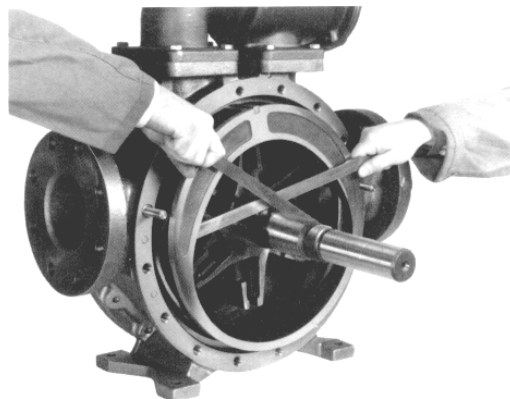

Рисунок 9 – Снятие втулки
5. Удалите винты с головкой под ключ (21) крышки и гайки шпилек крышки (21C). Для облегчения разъединения на ободу ступицы имеется два отверстия под винтовой домкрат.
6. Осторожно извлеките головку (20 или 20A) из корпуса (12), стараясь не поцарапать и не повредить вал.
7. Диск (71) снимется вместе с узлом крышки. Он присоединен с помощью 4 потайных винтов с головкой под шлиц (71A) и стопорных шайб (71B).
8. С открытой стороны насоса возьмитесь за ротор в положениях «3 часа» и «9 часов» и осторожно извлеките ротор и вал (13) из узла крышки, находящегося на корпусе. **ВНИМАНИЕ.** Будьте осторожны, ротор и вал тяжелые и могут иметь острые края.
10. В зависимости от назначения насоса втулку (41) можно снять двумя способами:
- a. При работе с чистой, некоррозионной жидкостью с низкой вязкостью втулку обычно можно извлечь из корпуса с помощью двух рычагов. Вставьте концы рычагов в отверстия по обе стороны от втулки и частично сместите втулку, отводя ее от ротора. Для полного снятия втулки примените блок, который подкладывается под рычаги (см. Рис. 9).